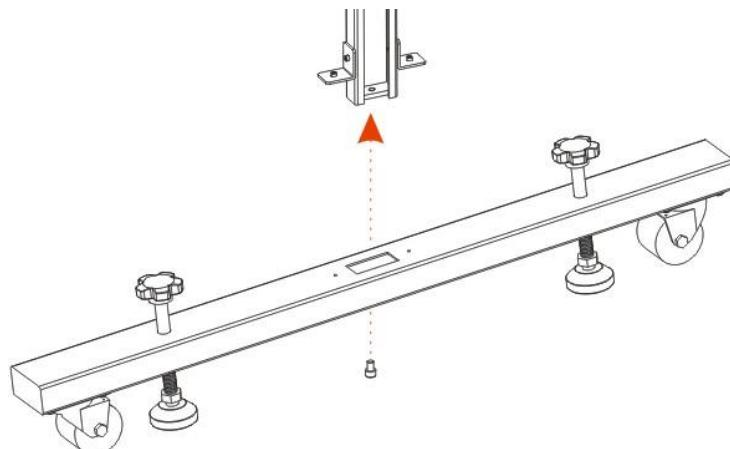
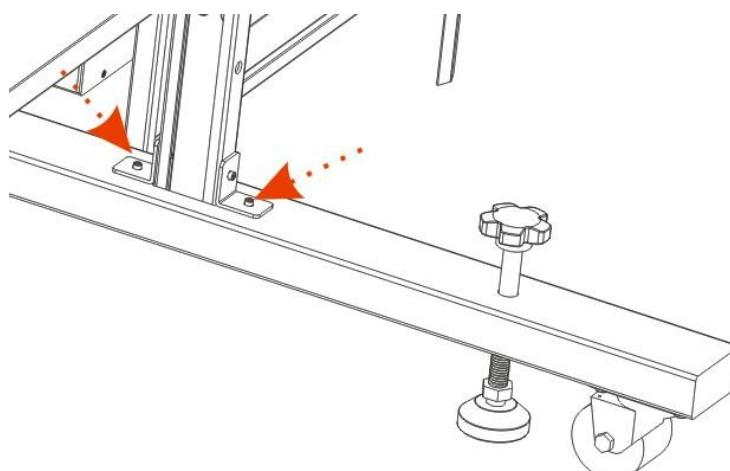

Рис. 4-1
Рис. 4-2
- Совместите шаблонную раму (15) и опору основания (11), затем затяните болт (A) для крепления шаблонной рамы (см. рис. 4-1). Во избежание падения шаблонной рамы закрепите ее с помощью уголков (13) и винтов (D) (см. рис. 4-2).